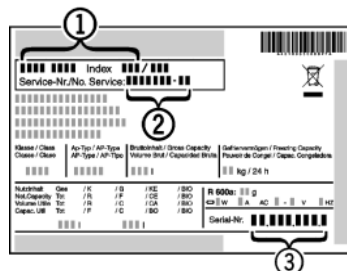

Fig. 5
- ▶ Relever la désignation de l'appareil *Fig. 5 (1)*, le n° de service *Fig. 5 (2)* et le n° de série *Fig. 5 (3)* sur la plaquette signalétique. Cette plaquette se trouve sur la paroi intérieure gauche de l'appareil.
- ▶ Informer le S.A.V. et lui communiquer la panne, la désignation de l'appareil *Fig. 5 (1)*, le n° de service *Fig. 5 (2)* et le n° de série *Fig. 5 (3)*.